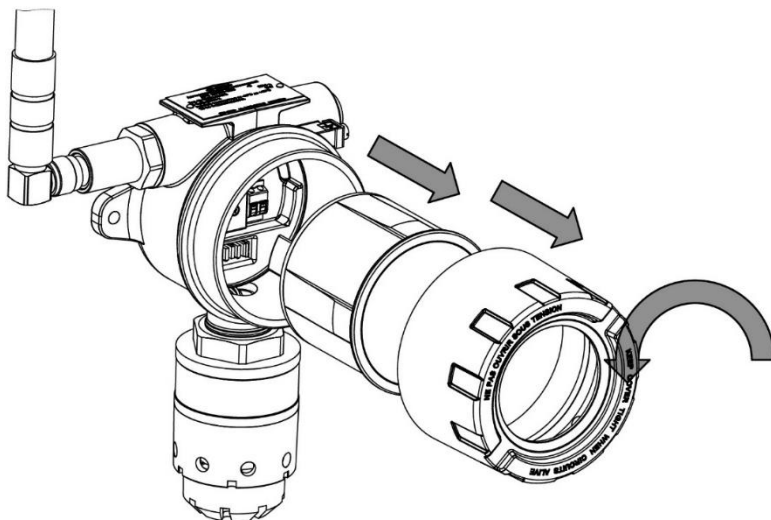

Рисунок 14 – Схема разбора ДГС ЭРИС-210
- а) Открутить стопорный винт в крышке газоанализатора (рисунок 14).